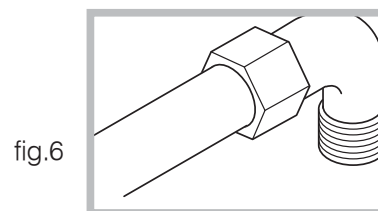

fig.6
- Effectuer le raccord de manière à ne pas provoquer de sollicitations d'aucune sorte sur l'appareil. Relier le raccord orientable (fileté ½"G mâle), placé sur le côté arrière droit de l'appareil (fig.6), par tuyau métallique rigide avec des raccords conformes aux normes en vigueur, ou bien par tuyau flexible métallique à paroi continue conforme aux normes en vigueur, qui ne doit pas dépasser 2000 mm d'extension totale.